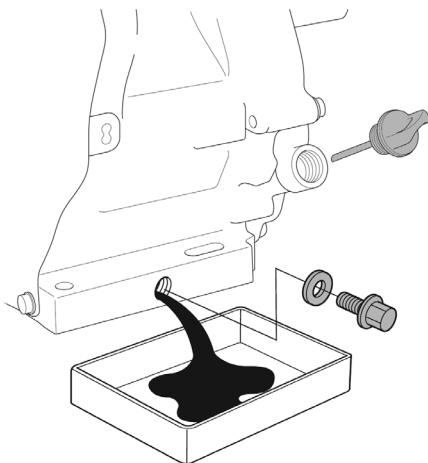

Рис. 13 Замена масла в двигателе
(1) Техническое обслуживание должно осуществляться более часто, при работе в пыльных условиях.
(2) Эти работы должны выполняться только в авторизованном сервисном центре.
- Очистите от загрязнений крышку-щуп и зону вокруг маслозаливной горловины. Извлеките крышку-щуп из маслозаливной горловины (Рис. 13) и протрите щуп чистой ветошью.
- Открутите пробку для слива масла и слейте отработанное масло в подготовленную для этого емкость (Рис. 13).